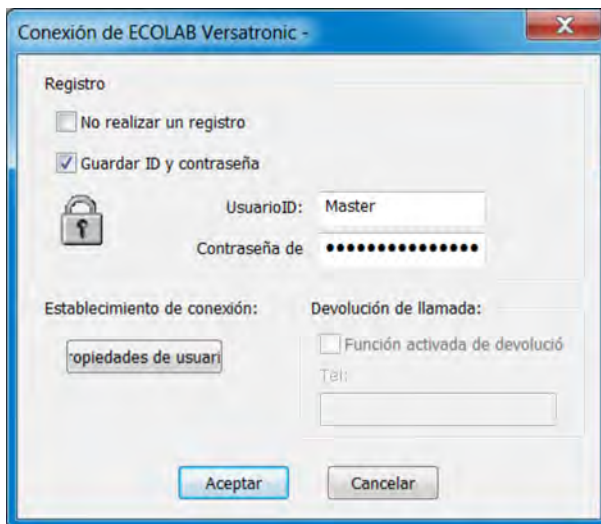

Fig. 115: Ajustes de inicio de sesión
2. ► Efectúe los ajustes de inicio de sesión y haga clic en «Propiedades» (véase Fig. 115).